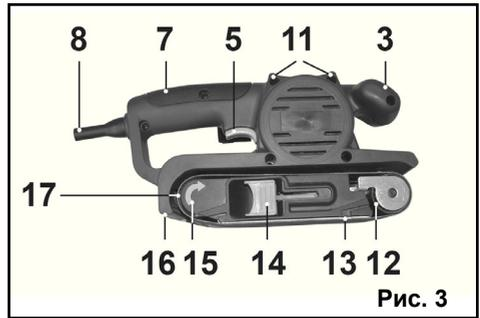

Рис. 3
7.1 Установка шлифовальной ленты (Рис.3).